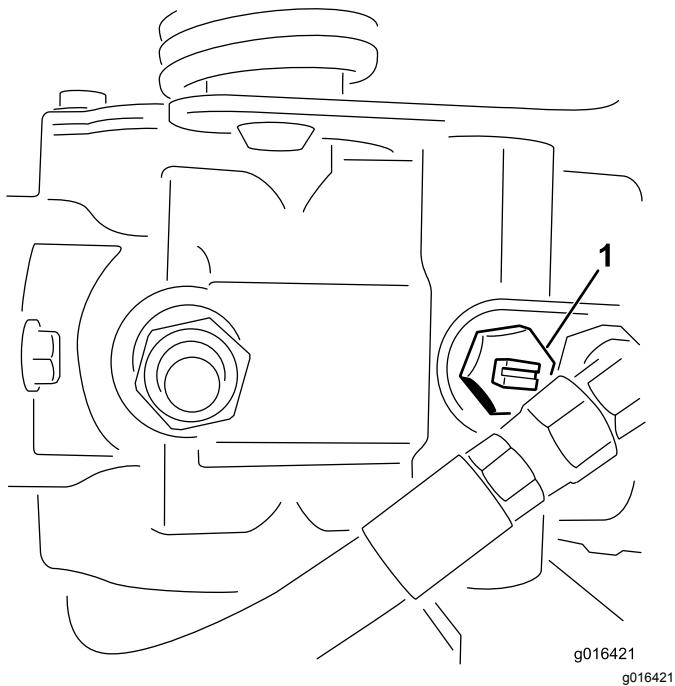

Bild 26
1. Ermitteln Sie das Sicherheitsventil an der Pumpe und drehen Sie es um zwei ganze Umdrehungen nach links (Bild 26).
2. Drehen Sie das Sicherheitsventil um zwei ganze Umdrehungen nach rechts, um es zu schließen, bevor Sie den Motor anlassen (**Bild 26**).